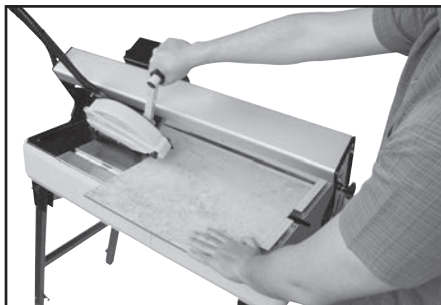

FIGURE 14
2. Penchez le pont à l'angle voulu jusqu'à 45 degrés (fig. 14). Resserrez les boutons aux deux extrémités du pont et coupez selon la même procédure que sous la section des «coupes droites».